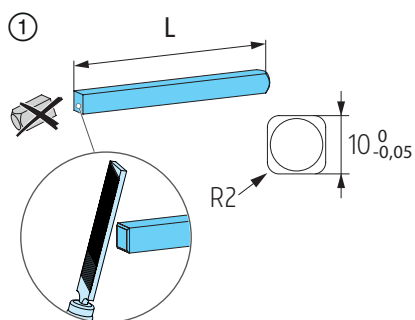

Abb. 25
- ① Vierkant ablängen und anfasen; **Abb. 25**.